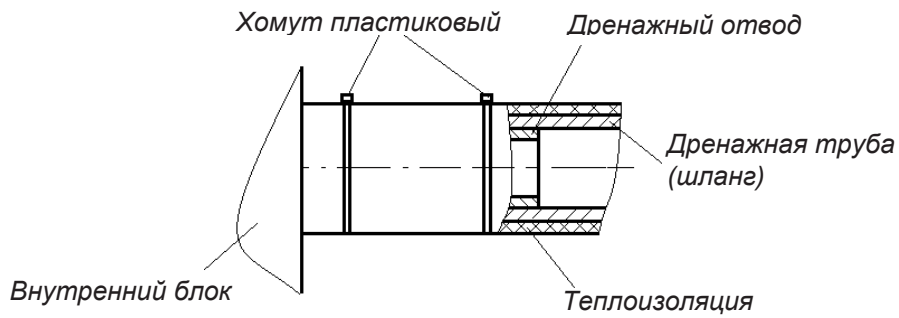

Рис.2.21
- Для исключения образования конденсата на поверхности дренажной трубы необходимо снаружи покрыть ее термоизоляцией (рис.2.21)
- Термоизоляцию фиксировать на трубе с помощью пластиковых хомутов (рис.2.21)